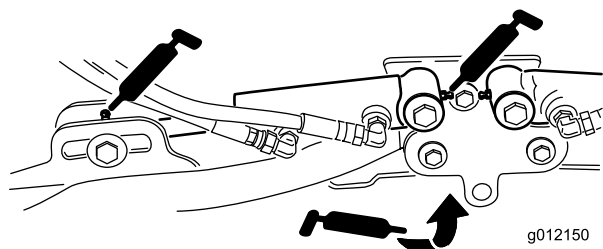

Figura 105
- Pivotes del brazo de elevación (1 en cada) (Figura 105)
- Cilindros del brazo de elevación de la unidad de corte (2 en cada) (Figura 105)